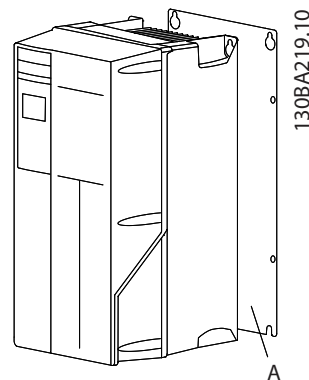
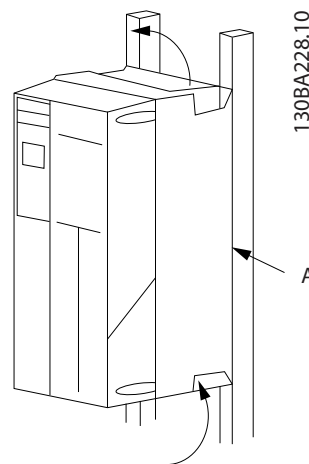

Ilustración 2.2 Montaje correcto con placa posterior
Ilustración 2.3 Montaje correcto con ralles
- Monte la unidad sobre una superficie plana y sólida o sobre la placa posterior opcional para suministrar un flujo de aire de refrigeración (véase la Ilustración 2.2 y la Ilustración 2.3).